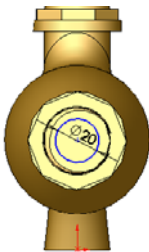
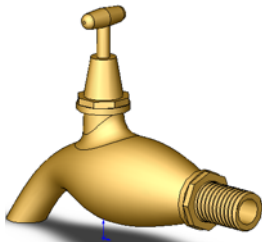

图 6-128 草图
图 6-129 拉伸切除
(9) 拉伸切除。选择零件端面，绘制草图如图 6-128 所示；拉伸切除，选择类型为成形到下一面，效果如图 6-129 所示。